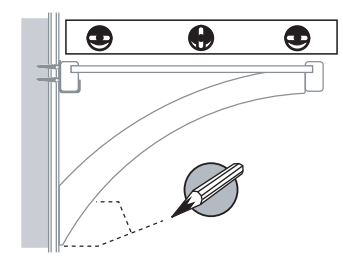

FIG. 6.0
1. Seleccione la ménsula en escuadra para colocar en el lugar (C) (consulte el lugar en el diseño de configuración seleccionado).
2. Coloque la ménsula en escuadra de manera perpendicular con la parte de abajo del estante y la pared de atrás. Nivele el estante (de adelante hacia atrás), luego marque el lugar donde se hará el orificio y marque una línea en la parte inferior de la ménsula en escuadra apoyada en la pared (Fig. 6.0).